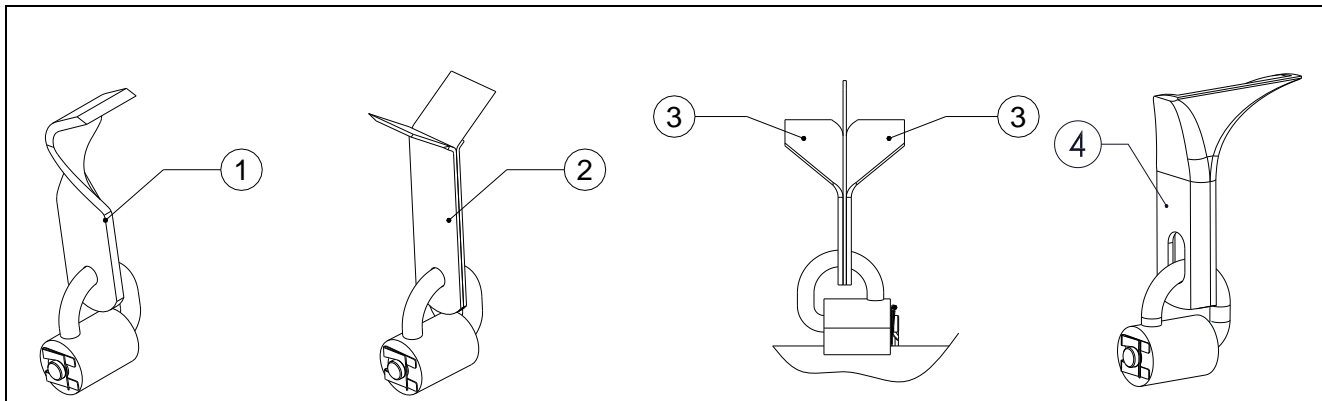

Fig.17
Le lame di aerazione devono sempre essere usate con le lame alettate (3) per una corretta raccolta del materiale. (si veda fig.17)
Il Turf Tidy può essere anche usato come falciatrice di taglio. Per quest'applicazione sono disponibili due tipi di lame da taglio. (si veda fig.17)